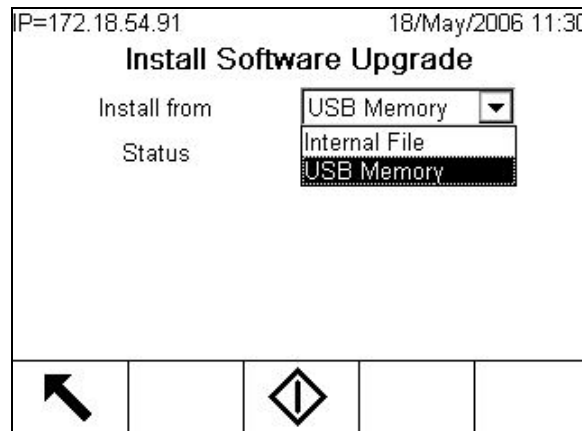

Figura 3-4: Aggiornamento del firmware da memoria USB
- Dopo avere selezionato la casella Install from (Installa da), premere INVIO e utilizzare il tasto freccia GIÙ per evidenziare USB Memory (Memoria USB), come mostrato nella Figura 3-4, quindi premere INVIO per selezionare.